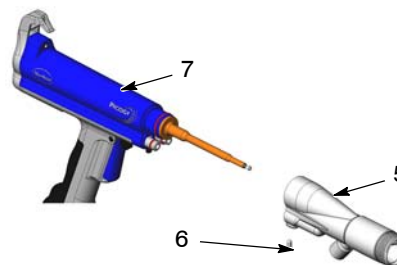

Bild 3 Demontering av adapter
5. Se bild 3. Lossa fästskruven (6) på adapterns undersida.
6. Drag av adaptern rakt ut från pistolkroppen (7).
5. Se bild 3. Sätt på adaptern (5) på pistolkroppen (7). Drag åt fästskruven (6).